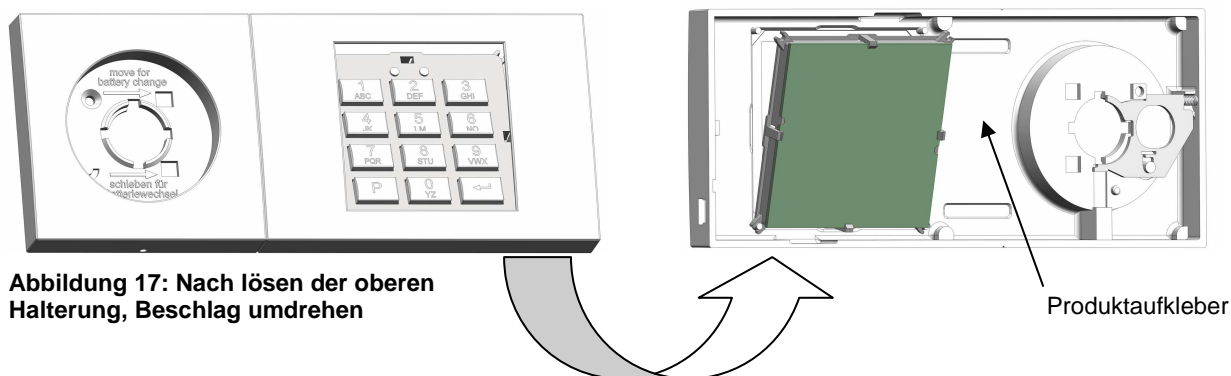

Abbildung 17: Nach lösen der oberen Halterung, Beschlag umdrehen
Hinweis: Bitte die Tastaturbaugruppe nicht in andere Oberteile verbauen, da das Oberteil der Eingabeeinheit (8) und die Tastaturbaugruppe verknüpfte Produktdatenaufkleber haben (siehe Abbildung 17).